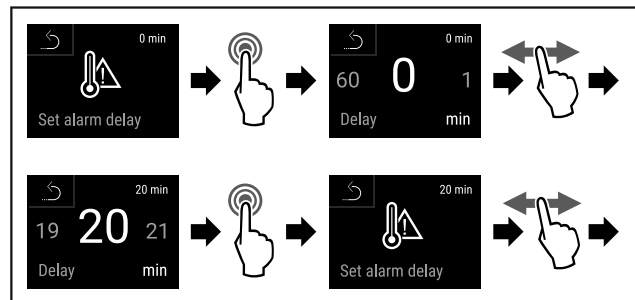

Fig. 142
- ▶ Efectuați pașii de acțiune (vezi Fig. 142).